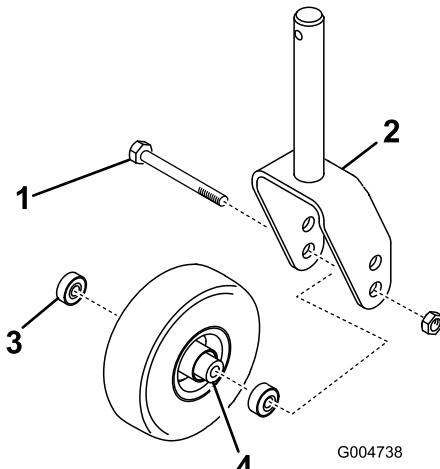

Figure 97
1. Retirez le contre-écrou du boulon qui fixe la roue pivotante entre la chape ou le bras de pivot (Figure 97).
2. Maintenez la roue pivotante et sortez le boulon de la chape ou du bras pivotant (Figure 97).
3. Enlevez le roulement du moyeu de la roue et laissez tomber la douille d'écartement à l'extérieur (Figure 97).
4. Enlevez le roulement de l'autre côté du moyeu (Figure 97).